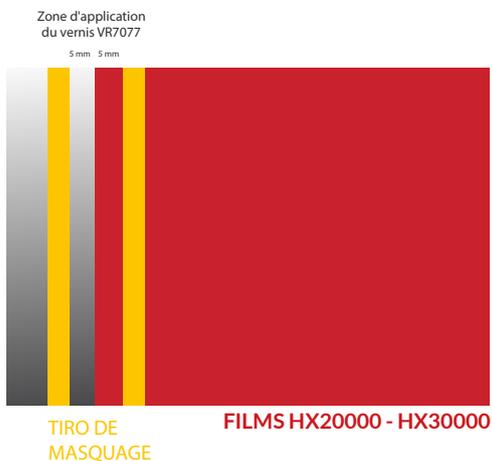

Figure 43
- 1 sur le HX20000-HX30000 à 5 mm de son bord. (FIG. 43)